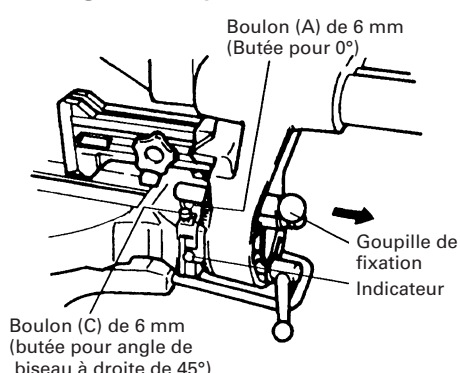

Fig. 11
Pour modifier le réglage, changer la hauteur du boulon de 6 mm (A), du boulon de 6 mm (C) et du boulon de 8 mm (B) en les tournant. Pour régler l'angle de biseau sur 45°, tirer la goupille de fixation dans le sens indiqué sur la Fig. 11 et incliner la tête du moteur vers la droite.